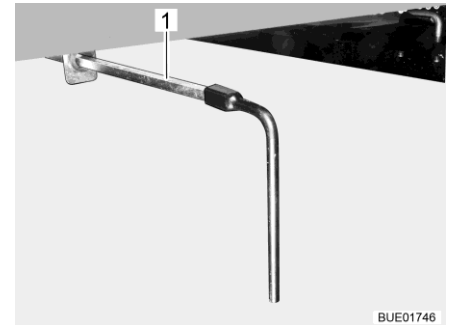

Fig. 262 Llave de desagüe
- Abrir la llave de desagüe. Para ello, encajar la llave cuadrada entregada en el cuadrado de la llave de desagüe (Fig. 262,1).